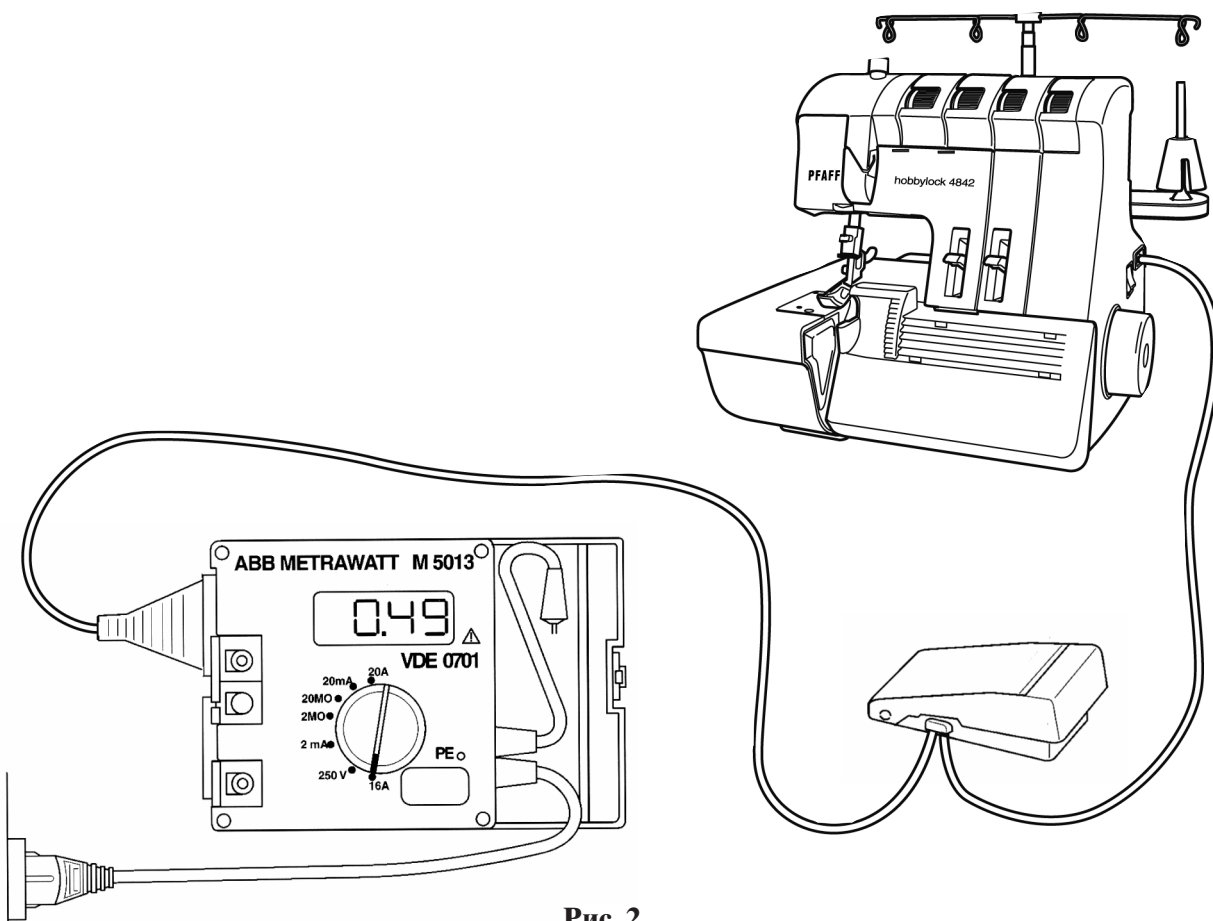

Рис. 2
- Переключатель диапазонов переведите на “16 A” (рис. 2).